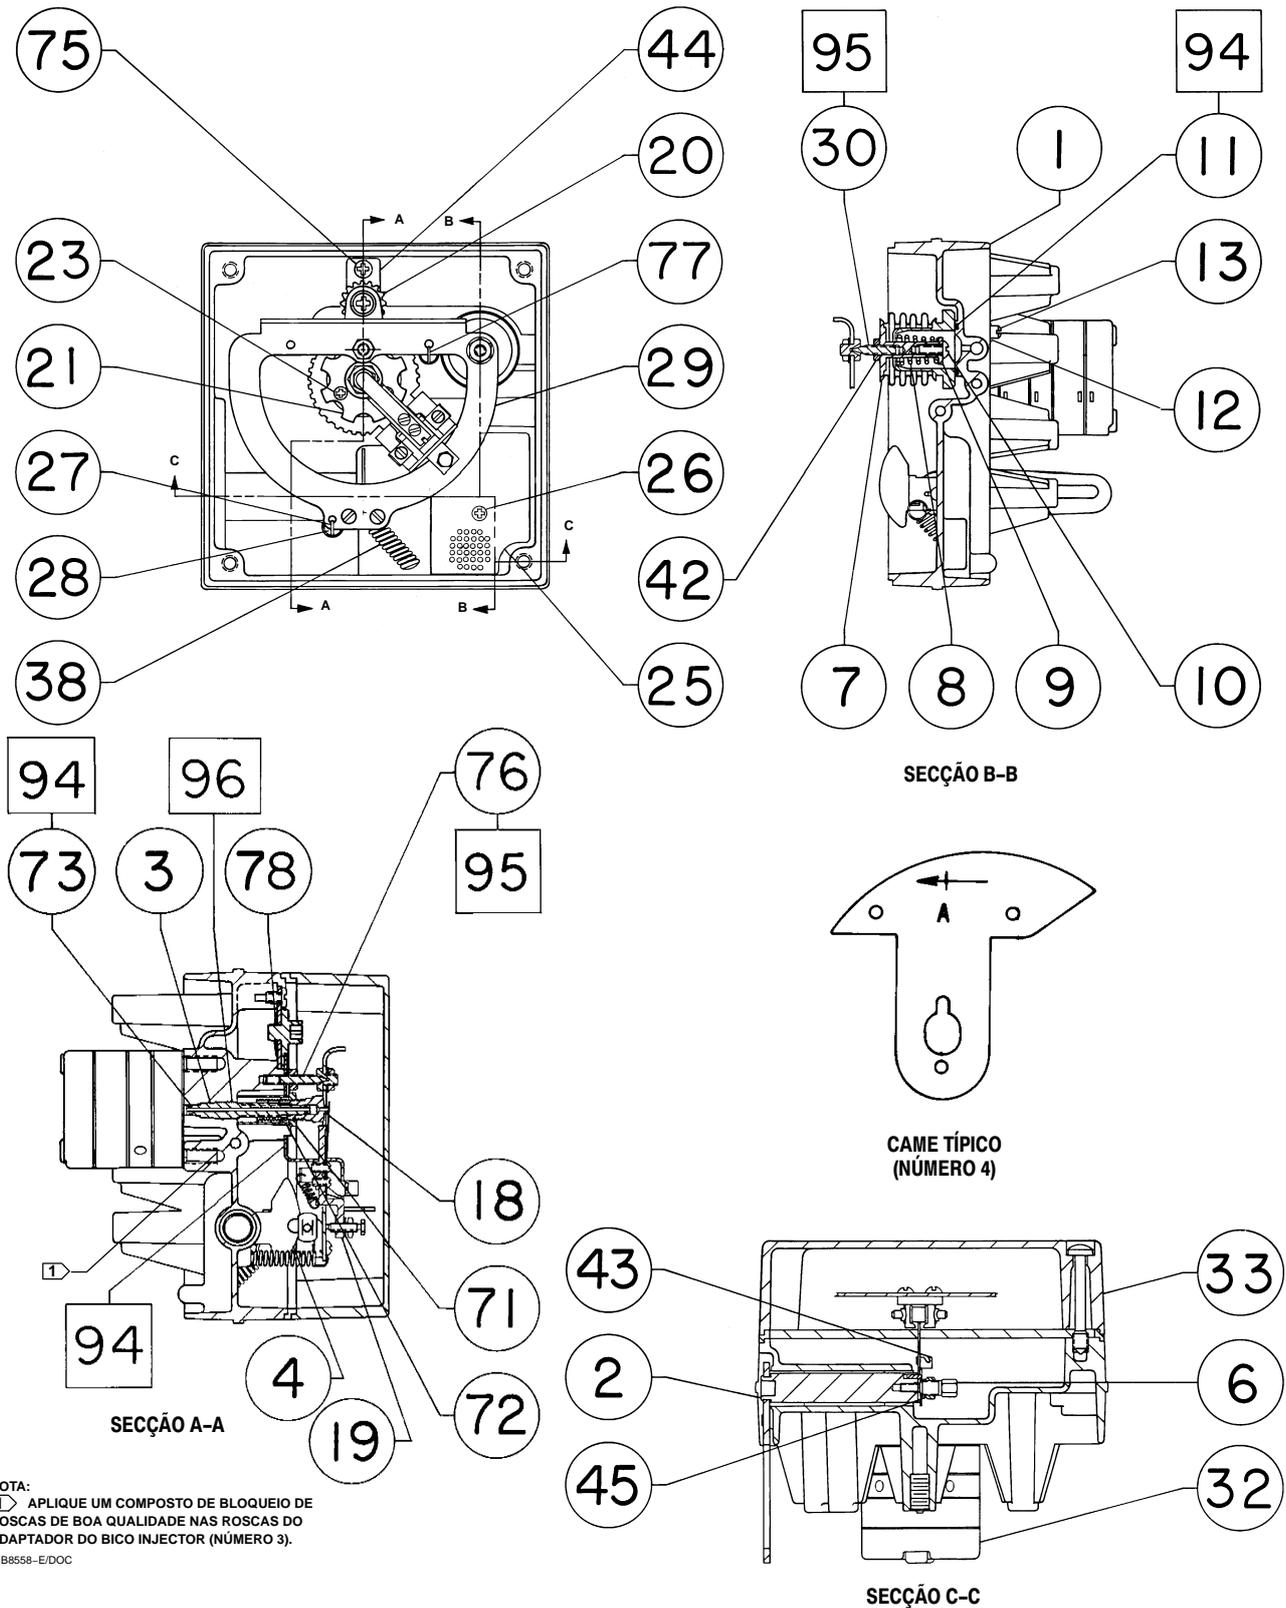

Figura 20. Desenho do Conjunto dos Posicionadores e Transmissores 3582 e 3583
7. Retire os dois parafusos (número 11) que fixam o conversor 582i à caixa do posicionador de válvula. Retire o conversor da caixa do posicionador de válvula (número 1 na figura 20). Inspeccione a junta (número 20) e substitua-a, se necessário.
Peças Comuns ao Posicionador/ Transmissor (figura 20)